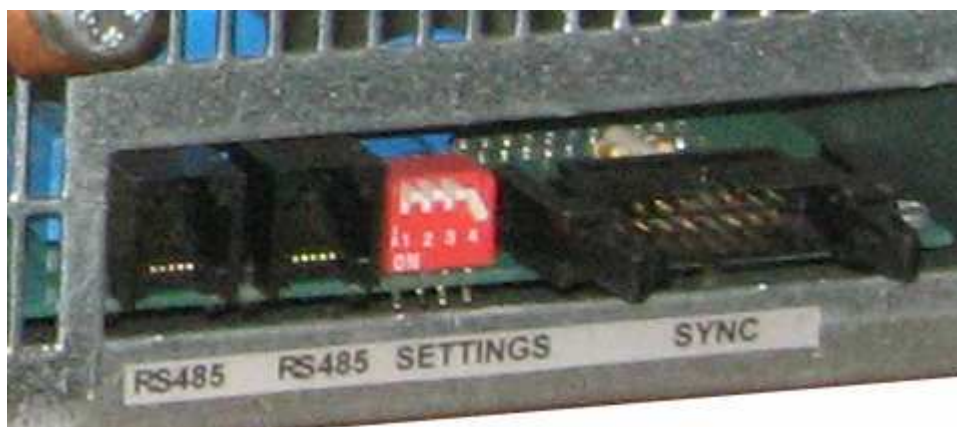

Рисунок 2.2 - Модульный каркас Штиль PS 2000К.
2.2.4.4 При параллельном соединении модульных каркасов, необходимо установить четвертую секцию (рис. 2.2) дип - переключателя настройки параллельной работы модульных каркасов в зависимости от количества корзин как показано в табл. 2.2
Для мониторинга нескольких независимых групп инверторов (максимум по 8 модульных каркасов, т.е. 24 инвертора в группе), необходимо установить уникальный адрес группы для каждого модульного каркаса от 1 до 8. Адреса задаются с помощью секций 1-3 дип-переключателя настройки параллельной работы модульных каркасов (см. рисунок 2.2), в соответствии с таблицей 2.3.